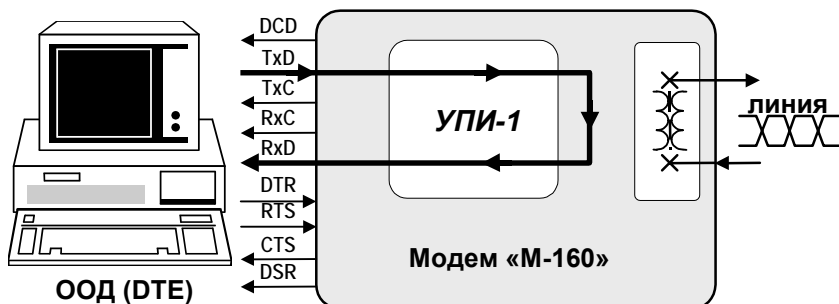

Рис. 9 Местный шлейф (LL)
Суть проверки *Местный шлейф (LL)* показана на Рис. 9. Данные, поступающие в модем из ООД (DTE) через УПИ-1, проходят через все основные узлы модема и возвращаются в ООД (DTE) через УПИ-1. Данные от физической линии игнорируются.